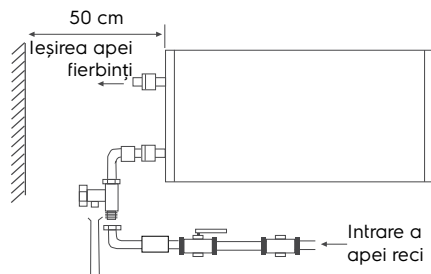

Fig. 8
6. Instalarea încălzitoarelor de apă din seria Fmx, Fmx DL este mult facilitată de posibilitatea de a le instala atât pe verticală cât și pe orizontală oriunde în casa dumneavoastră, într-o cameră încălzită. Este de dorit să instalați încălzitorul de apă cât mai aproape de locul în care se folosește apa caldă, deoarece cu cât conductele sunt mai scurte, cu atât pierderile de căldură sunt mai mici. La instalarea orizontală a încălzitorului de apă, conductele de alimentare trebuie să fie amplasate în stânga. Când instalați încălzitorul de apă lângă un perete, lăsați spațiu liber recomandat pentru întreținere. Nu instalați încălzitorul de apă pe o suprafață orizontală și aproape de podea. (vezi fig. 8)